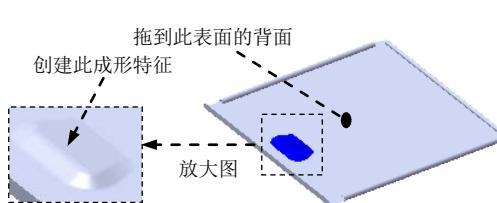

图 17.12.38 创建成形特征 1
Step12. 创建图 17.12.38 所示的成形特征 1。
(1) 单击任务窗格中的“设计库”按钮 ，打开“设计库”对话框。
(2) 单击“设计库”对话框中的 ch17 节点，在设计库下部的列表框中选择“case_shaped_tool_09”文件并拖动到图 17.12.38 所示的平面，在系统弹出的“成形工具特征”对话框中单击 按钮。